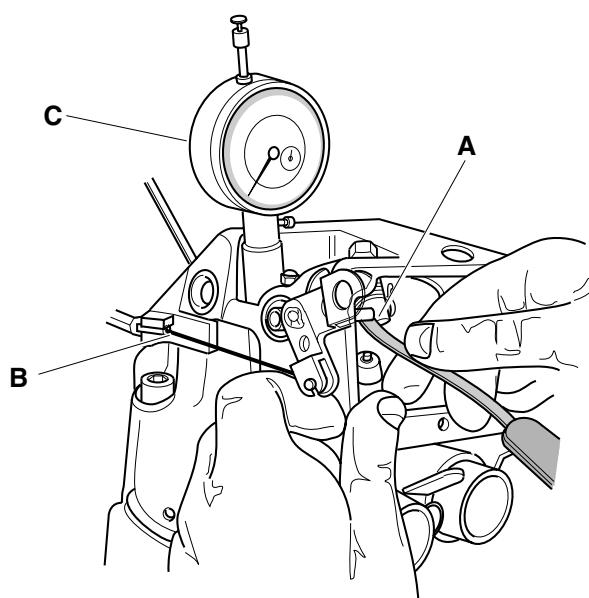

Fig. 42
1. Posizionare il pistone al P.M.S. (punto morto superiore) mediante comparatore "C" (Fig.42).
3. Se necessario procedere alla regolazione con il registro a filo "B" (Fig.42).
1. To place the piston on the P. M. S. by means of comparator "C" (Fig. 42):
3. If necessary proceede to adjustment with the regulator at thread "B" (Fig. 42).
1. Den Kolben auf den oberen Totpunkt durch Komparator "C" einstellen (Abb.42):
3. Wenn nötig die Einstellung durch Drahtstellelement "B" vornehmen (Abb.42).
1. Positionner le piston sur le point mort haut par comparateur "C" (fig. 42).
3. Si besoin est, régler avec l'élément de réglage à fil "B" (fig.42).